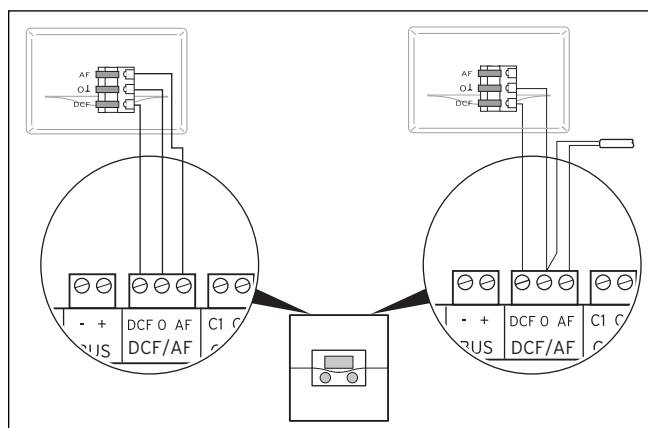

Fig. 5.42 Collegamento del ricevitore DCF
➤ Eseguire l'allacciamento come descritto nella fig. 5.42.
- Cablare il ricevitore DCF come in fig. 5.42.